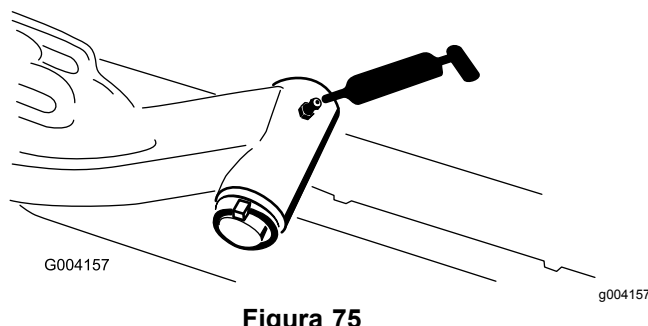

Figura 75
- Veio da articulação do braço de elevação (1 cada) (Figura 75)